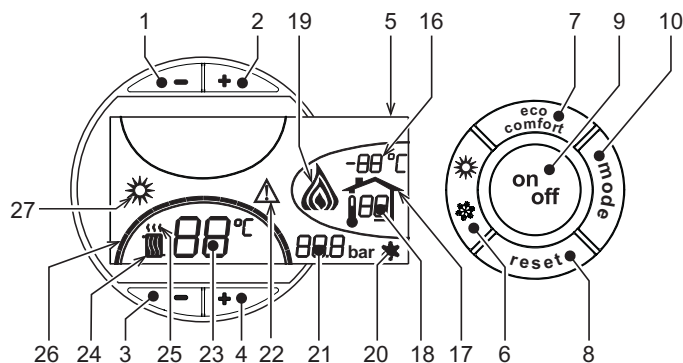
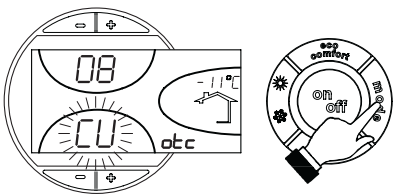
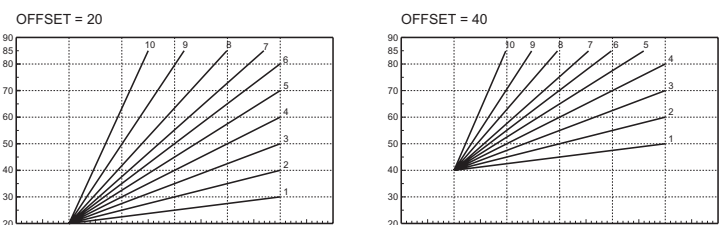

рис. 1 - Панель управления
рис. 9 - Кривая погодозависимого регулирования
рис. 12 - Пример параллельного смещения кривых погодозависимого регулирования
Нажмите клавишу **on/off** (поз. 9 - рис. 1) в течение 1 секунды.
Для повторного включения котла снова нажмите клавишу **on/off** (поз. 9 рис. 1) в течение 1 секунды.
- Нажмите кнопку ВКЛ/ВЫКЛ (9 - рис. 1)
Нажмите клавишу **Лето/Зима** (поз. 6 - рис. 1) на 1 секунду.
На дисплее высвечивается символ "Лето" (поз. 27 - рис. 1). При этом котел будет вырабатывать только воду для ГВС. Остается активной система защиты от замерзания.
Для выключения режима "Лето" вновь нажмите клавишу **Лето/Зима** (Поз. 6 - рис. 1) на 1 секунду.
Температура в системе отопления регулируется в пределах от 30 °C до 80 °C с помощью клавиш (поз. 3 и 4 - рис. 1); однако, не рекомендуется эксплуатировать котел при температуре ниже 45 °C.
Температура в системе ГВС регулируется в пределах от 10°C до 65°C с помощью клавиш (поз. 1 и 2 - рис. 1).
При наличии датчика температуры наружного воздуха (опция) на дисплее панели управления (поз. 5 - рис. 1) отображается измеряемая этим датчиком температура. При этом система управления котлом работает в режиме "Плавающая температура". В этом режиме температура воды, подаваемой в систему отопления, регулируется в зависимости от климатических условий внешней среды с тем, чтобы обеспечить максимальный комфорт и экономию энергетических ресурсов в течение всего года. Так, при повышении внешней температуры понижается температура подачи воды в систему отопления, что производится по определенной "кривой погодозависимого регулирования".
С переключением на режим "Плавающей температуры" показатель температуры, устанавливаемый клавишами (дет. 3 и 4 - рис. 1) соответствует максимальной температуре подачи воды в систему отопления. Рекомендуется задавать максимальное значение температуры с тем, чтобы позволить системе регулировать ее по всему рабочему диапазону.
При однократном нажатии клавиши **Режим** (поз. 10 - рис. 1) на дисплее высвечивается текущая кривая погодозависимого регулирования (рис. 9), которую можно изменить с помощью клавиш задания температуры воды ГВС (поз. 1 и 2 - рис. 1).
При нажатии клавиш регулировки температуры отопления (поз. 3 и 4 - рис. 1) получается доступ к функции параллельного изменения кривых (рис. 12), выполняемого с помощью клавиш регулировки температуры в контуре ГВС (поз. 1 и 2 - рис. 1).
При повторном нажатии клавиши **Режим** (поз. 10 - рис. 1) осуществляется выход из режима регулировки параллельных кривых.
Если к котлу подключено устройство дистанционного управления с таймером (опция), вышеописанные регулировки производятся в соответствии с указаниями, приведенными в таблице 1. При этом на дисплее пульта управления (поз. 5 - рис. 1) высвечивается температура в помещении, измеряемая устройством дистанционного управления.
Выбор режимов ECO/COMFORT	При выключении режима ГВС с пульта ДУ котел переходит в режим "Эко-поту". В этих условиях клавиша 7рис. 1 - на панели котла отключена. При включении режима ГВС с устройства ДУ с таймером котел устанавливается в режим Comfort. В этих условиях с помощью клавиши 7рис. 1 - на панели управления котла можно выбрать любой из этих двух режимов.